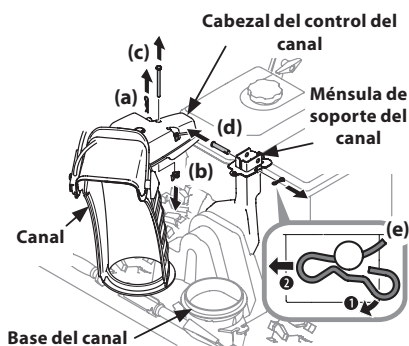

Figura 2-23
1. Retire el sujetador de horquilla (a), la tuerca de mariposa (b) y el tornillo hexagonal (c) del cabezal de control del canal, y el pasador de horquilla (d) y el pasador de chaveta con unión curva (e) de la ménsula de soporte del canal. Consulte Figura 2-23.